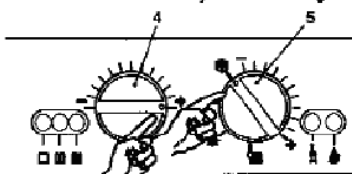

fig. 7.1
- 5 Rodar o selector de função 5 como na fig. 7.1
- 6 Rodar o manípulo de temperatura sanitários 4 ao máximo fig. 7.1